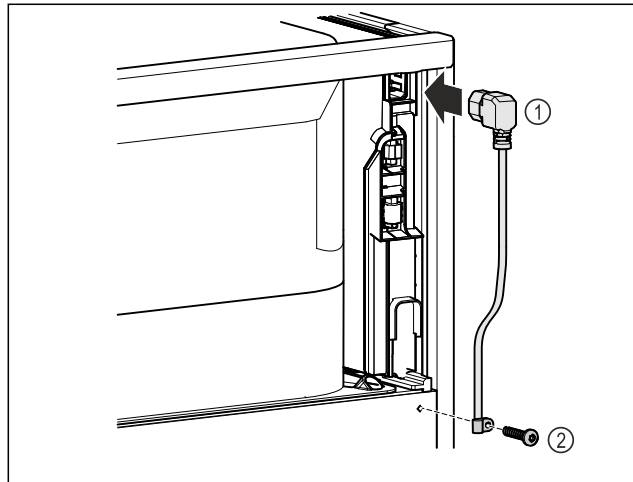

Fig. 8
- ▶ Podłączyć gniazdo przewodu zasilającego Fig. 8 (1) urządzenia chłodzącego z tyłu urządzenia.
- ▶ Zamontować odciążenie. Fig. 8 (2)